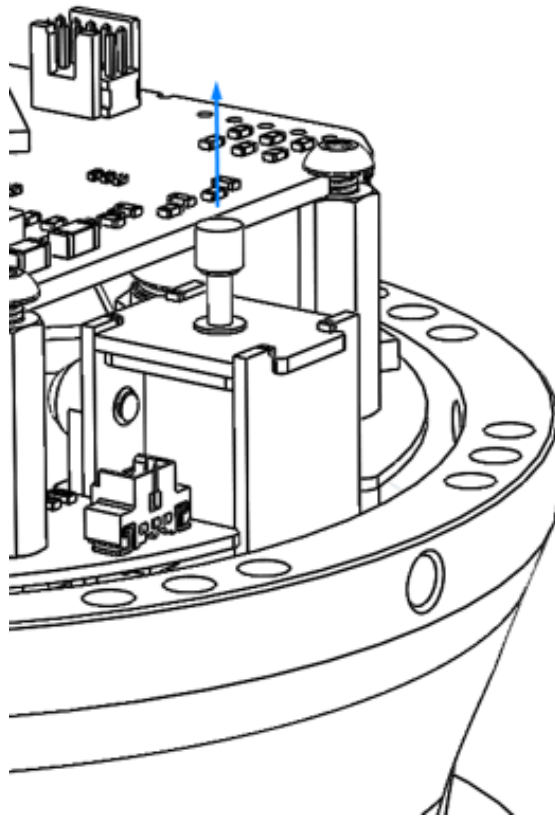

图 2.5: 拔出刹车插销以手动释放刹车
- 手动释放刹车：对于 A2、A4、A6 和 A7 轴，可以取下机器人外的塑料罩壳并拔出刹车插销，从而手动脱开刹车（请见图 2.5）。考虑到机械臂的重力问题，如果没有外部支撑，脱开的关节预计会加速下坠。因此，脱开刹车时应当寻求其他人员的帮助。